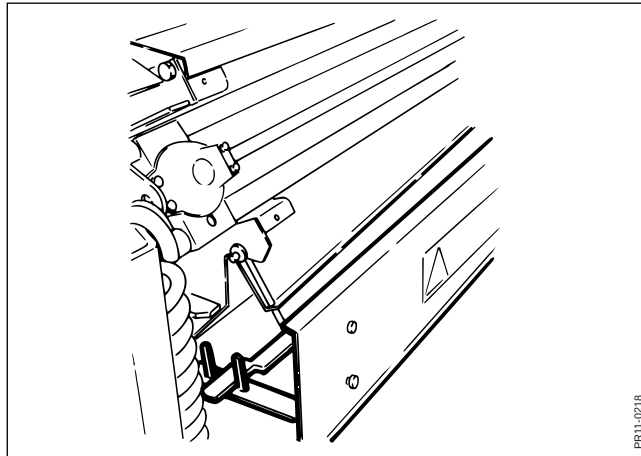

Fig. 4-15
- Fig. 4-15** 2. Skærm mellem slibeapparat og rotor sænkes ned, så der er frit mellem apparatet og rotoren.